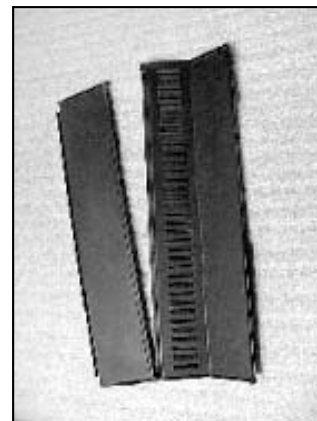

Figure 24.3
- Placez le grand trou dans la partie inférieure du rideau latéral par dessus la vis installée à la **Figure 24.3**.